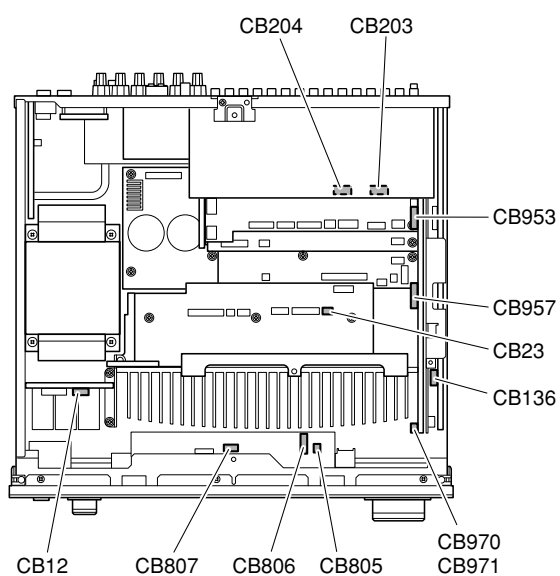

Fig. 3
- Remove CB12, CB805-807, CB970 and CB971. (Fig. 3)
- CB12、CB805-CB807、CB970、CB971を外します。(Fig. 3)
- Remove CB136, CB204, CB953, CB957. (Fig. 3)
- Remove CB23, CB203. (Fig. 3)
- CB136、CB204、CB953、CB957を外します。(Fig. 3)
- CB23、CB203を外します。(Fig. 3)